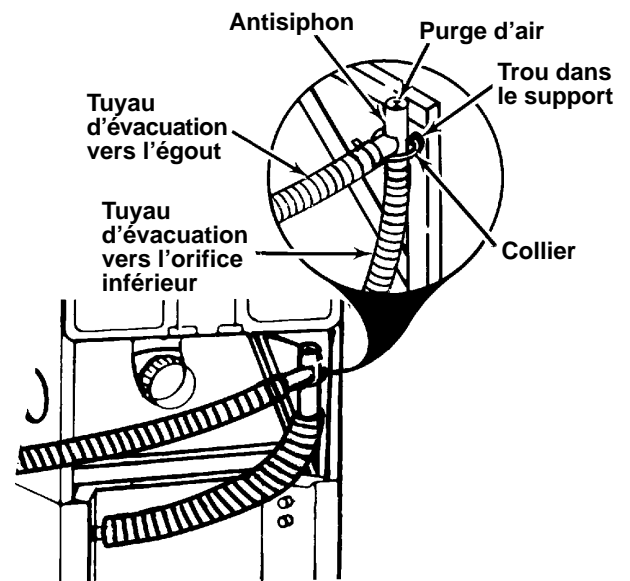

Figure 4
2. Install siphon break using wire tie. See Figure 4.
3. Measure and cut plastic drain hose to fit bottom port of siphon break. See Figure 4.
5. Install plastic drain hose with sleeve installed, using clamp supplied, to bottom port of siphon break. See Figure 4.
6. Install remaining length of plastic drain hose with sleeve installed (see Figures 4 and 5) to side port of siphon break, using clamp supplied. Cut to fit the particular drain installation.
2. Poser l'antisiphon à l'aide du collier. Voir la Figure 4.
3. Mesurer le tuyau d'évacuation en plastique et le couper à la longueur voulue pour pouvoir le brancher sur l'orifice inférieur de l'antisiphon. Voir la Figure 4.
5. À l'aide du collier fourni, brancher le tuyau d'évacuation en plastique sur lequel le manchon a été posé sur l'orifice inférieur de l'antisiphon. Voir la Figure 4.
6. Brancher la longueur restante du tuyau d'évacuation en plastique sur lequel le manchon a été posé (voir les Figures 4 et 5) sur l'orifice latéral de l'antisiphon avec le collier fourni. Le couper à la longueur voulue pour qu'il s'adapte à l'installation d'évacuation.